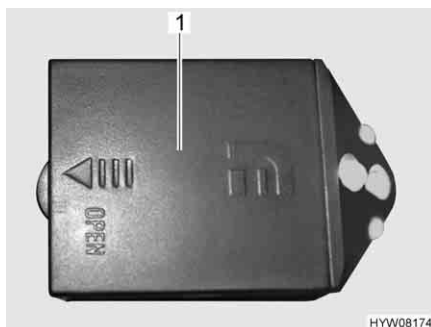

Fig. 136 Luci armadi guardaroba
- Spingere in direzione della freccia e rimuovere il coperchio (Fig. 136,1) delle luci armadi guardaroba.